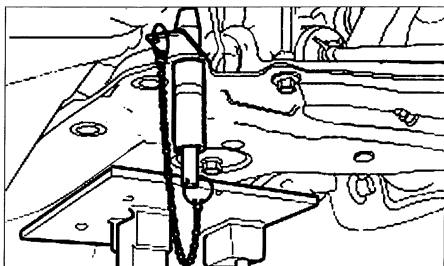

FIG. 9
- centrar la cuna utilizando los pasadores adecuados (útiles Ford 205-316 ó 15-097A) (**fig. 9**).
- centrar la cuna utilizando de los pasadores adecuados (útiles Ford 205-316 ó 15-097A) (**fig. 9**).